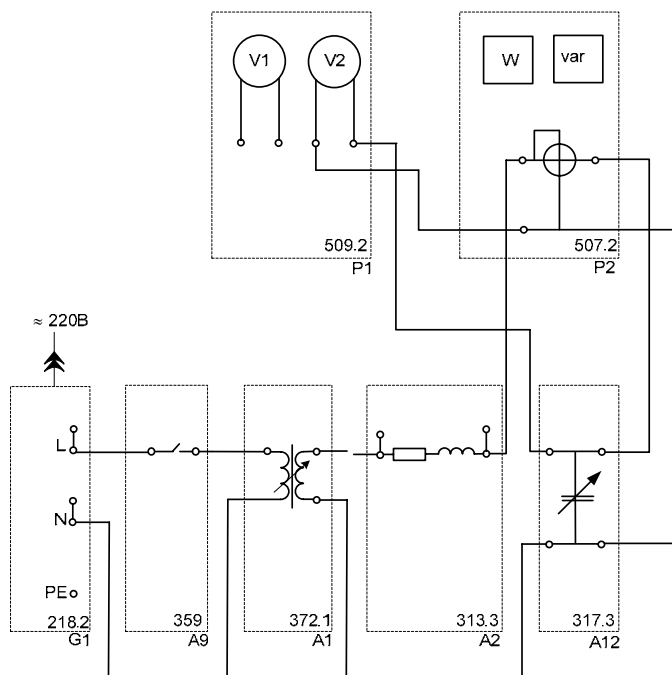

Рисунок 9 - Схема электрических соединений
1. Ознакомление со схемой электрических соединений (рис.9).